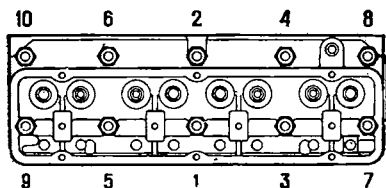

Рис. 17. Порядок подтяжки гаек головки цилиндров
1. Подтяните гайки головки блока цилиндров двигателя в последовательности, указанной на рис. 17.
Затягивайте гайки только на холодном двигателе. Для обеспечения равномерного и плотного прилегания головки цилиндров к прокладке гайки затягивайте в последовательности, указанной на рис. 17. Для предотвращения деформации головки затяжку делайте в два приема: первый раз — предварительно, с меньшим усилием, второй — окончательно. Затягивайте гайки равномерно и с одинаковым усилием. Пользуйтесь динамометрическим ключом. Окончательную затяжку производите с моментом 7,3 ... 7,8 кгс·м.